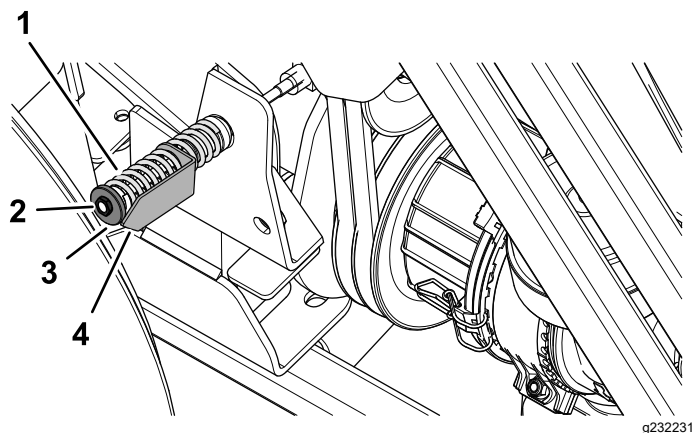

図 89
5. 必要に応じ、アイドラプリーテンションナについているナットを回して、矢印がワッシャの外側表面と同じ位置にくるように調整する 図 89。
8. アイドラプリーテンショナのナットをゆるめる 図 89 PTO ベルトの張りの点検 (ページ 66)を参照。